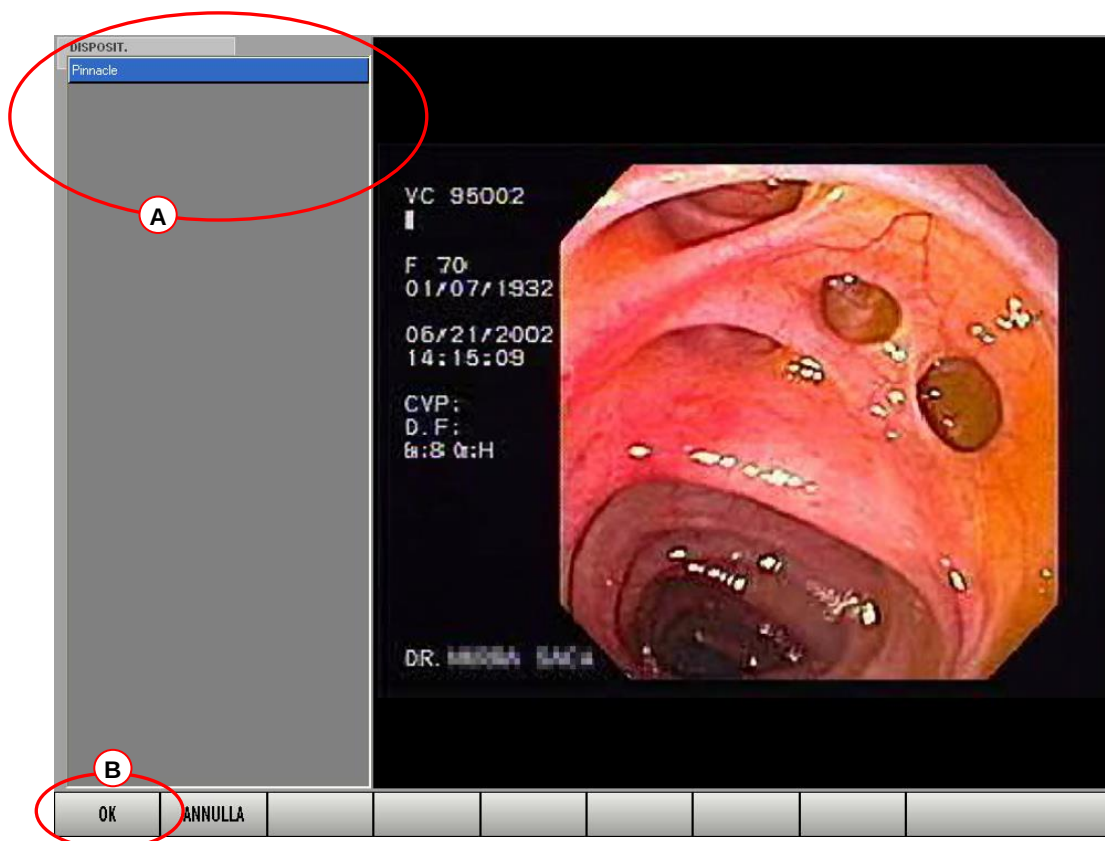

Fig 75 - Selezione dispositivo di acquisizione
Si aprirà, sulla sinistra, la lista di tutti i dispositivi disponibili (Fig 75 A).
- Cliccare il pulsante **OK** sulla barra comandi (Fig 75 B).